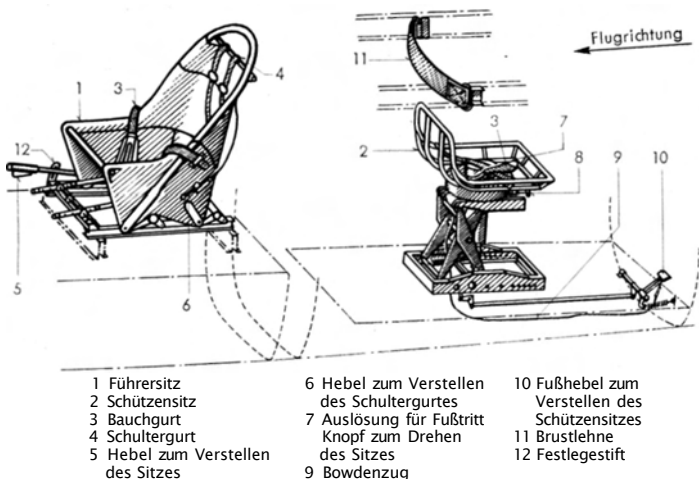

Abb. 10 Führer- und Schützensitz
Der gepanzerte Führersitz (Schmittner-Sitz) (Abb. 10) ist durch Handhebel (5) im besetzten Zustand in der Höhe verstellbar. In der Längsrichtung ist er durch Lösen der unteren Verriegelung zu verstellen. Der Sitz ist mit Bauchgurt (3) und Schultergurt (4) versehen. Durch einen Hebel (6) mit Bowdenzug kann der Schultergurt in der Länge verstellt werden.
Der gepanzerte Schützensitz (Abb. 10) ist drehbar gelagert und im besetzten Zustand in der Höhe verstellbar.